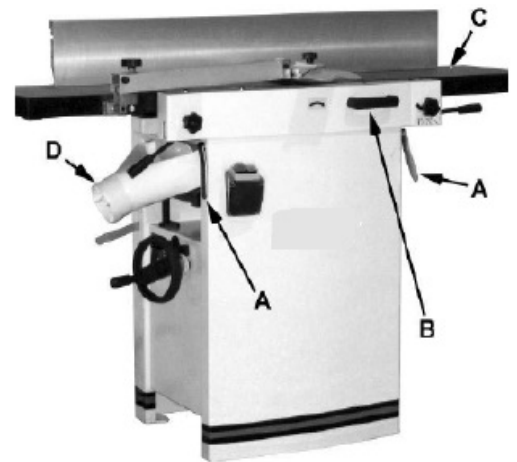
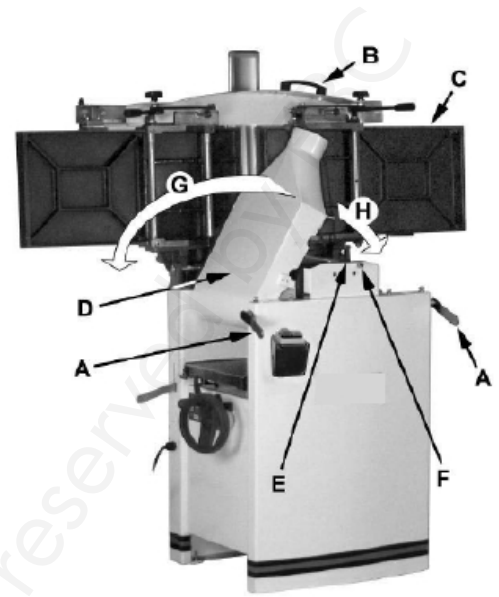

Fig. 5: Bedieningselementen
Fig. 6: Ombouw naar vandiktebankfunctie
1. Maak beide behuizingsvergrendelingen (A, Fig. 5) los door de hendels naar de operator toe te draaien en ze vervolgens van de machine af te trekken.
2. Til de tafel (C) op met de handgreep (B).
Wanneer de tafel wordt opgetild, moet hij zich in verticale positie bevinden, zoals aangegeven in C, Fig. 6. De vergrendeling (E, Fig. 6) moet vastzitten om te voorkomen dat de tafel per ongeluk naar voren valt.
3. Positioneer de stofgoot (D, H, Fig. 6) naar rechts. Ga uiterst voorzichtig te werk om contact met de snijkopmessen te vermijden.
Plaats de stofgoot (D, H afb. 6) naar rechts.
1. Trek aan de ontgrendelknop (F, Fig. 6) en plaats de stofgoot (D, G) naar links. Deze moet worden geplaatst zoals aangegeven in D, Fig. 5.
2. Maak de vergrendeling (E, Fig. 6) los en breng de tafel naar voren met de kantelhendel (B). De tafel (C) en de stofgoot (D) moeten worden geplaatst zoals aangegeven in Fig. 5.
3. Vergrendel de tafel (C) door de vergrendelhendels (A) naar de machine toe te duwen en ze naar beneden te draaien (van de bediener af).